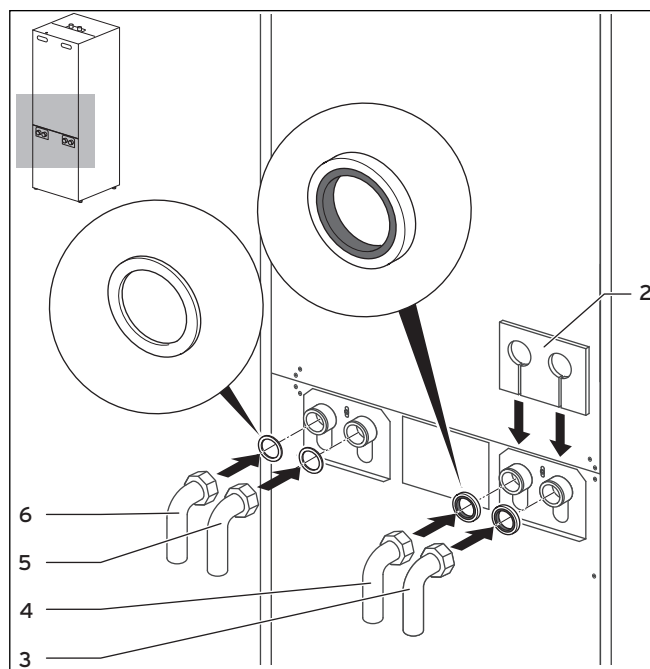

Abb. 5.4 Anschlusswinkel montieren
Falls an den Anschlüssen des Solekreises (→ **Abb. 5.4, Pos. 3 und 4**) nicht die Dichtungen mit Metallstützring verwendet werden, kann es zu Undichtigkeiten kommen!
- Die Rohrinstallation und die Verwendung der Dichtungen muss gemäß → **Abb. 5.4** erfolgen.
Legende zu Abb. 5.4
- Schließen Sie die Vorlaufleitung an (→ **Abb. 5.4, Pos. 6**).
- Schließen Sie die Rücklaufleitung an (→ **Abb. 5.4, Pos. 5**).
- Schließen Sie die Soleleitungen an die Wärmepumpe an (→ **Abb. 5.4, Pos. 3 und 4**).
- Montieren Sie die zur Wärmedämmung des Anschlussblechs vorgesehene Isoliermatte (→ **Abb. 5.4, Pos. 2**).